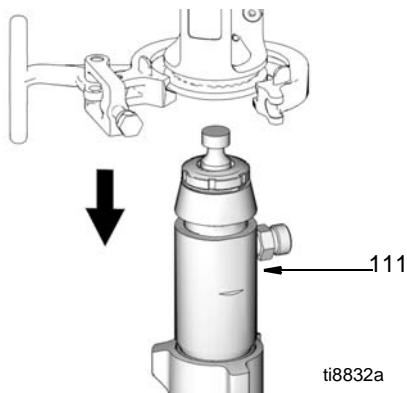

FIG. 19
9. (Fig. 19) Ta pumpen (111) av enheten.